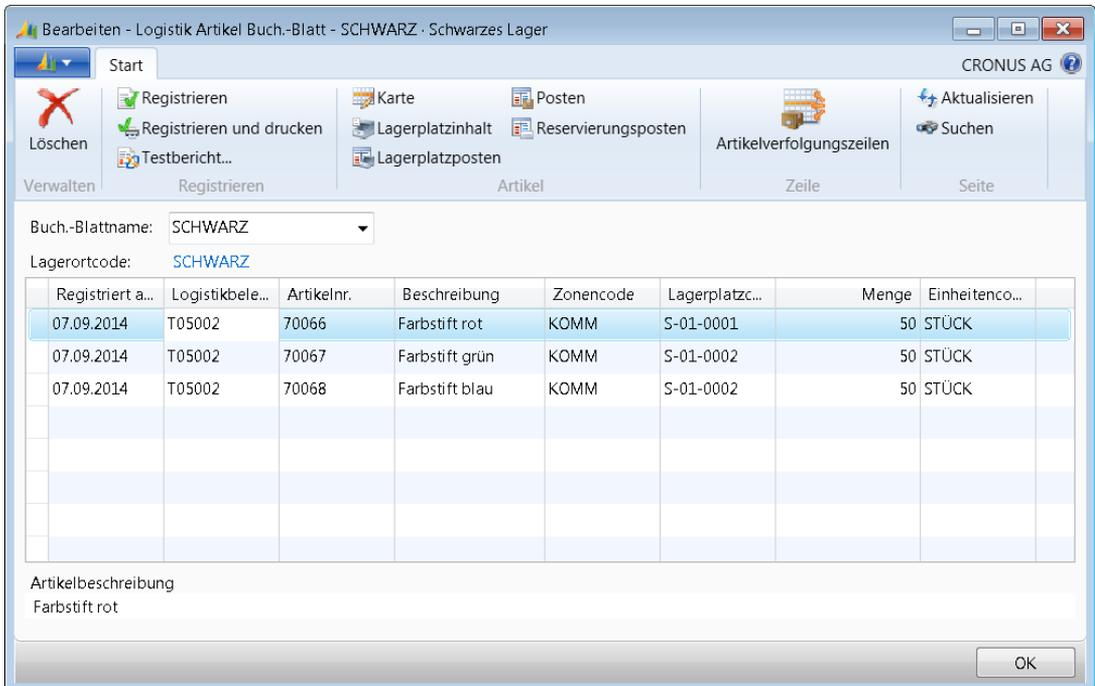

Abbildung 6.7 Das ausgefüllte Logistik-Artikelbuchungsblatt
10. Füllen Sie die Felder *Artikelnr.*, *Zonencode*, *Lagerplatzcode* und *Menge* aufgabengemäß aus und klicken Sie im Aktionsbereich auf die Schaltfläche *Registrieren* (siehe Abbildung 6.7).